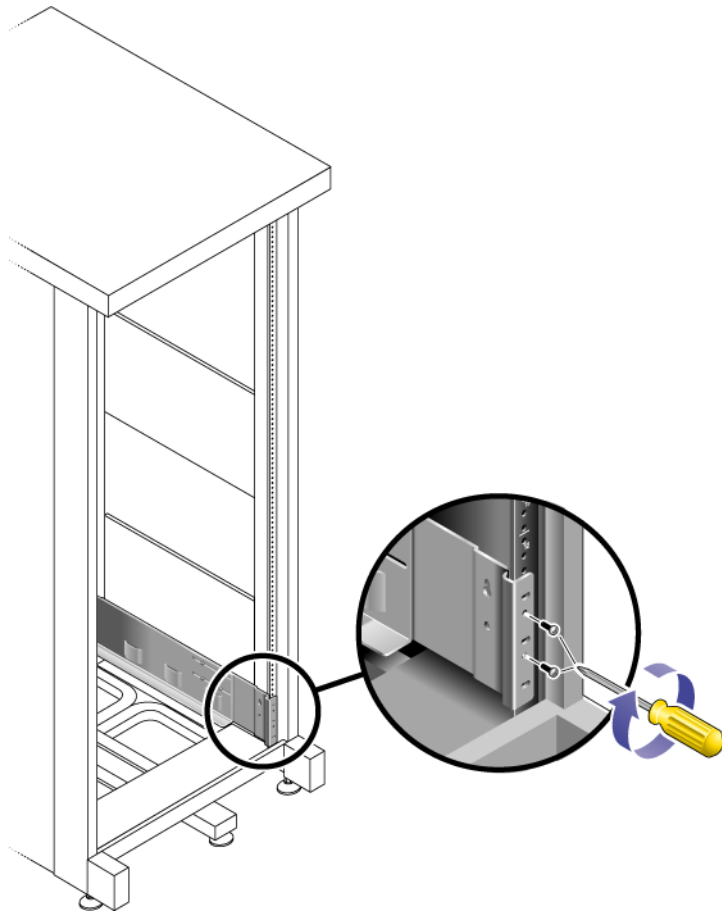

FIGURA 2-6 Fijación de la guía izquierda al montante posterior del armario
6. Utilice el destornillador Phillips del 3 para introducir y apretar los tornillos M6 (dos en cada lado) en el extremo posterior de la guía (FIGURA 2-6).